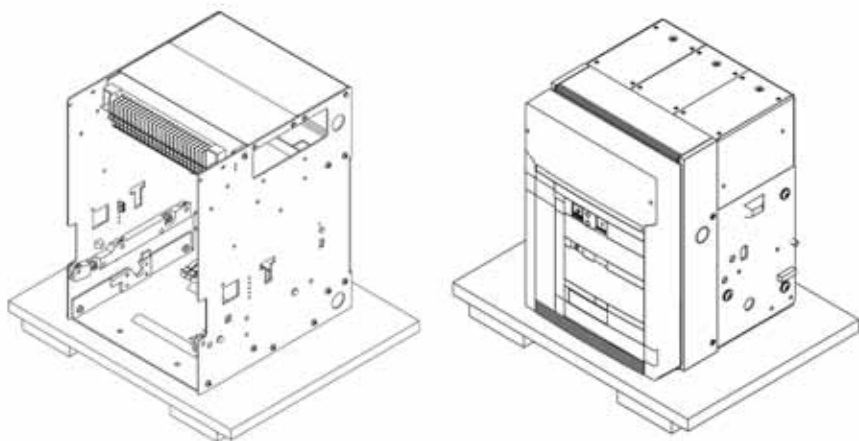

图 4
- 水平放置断路器或任何固定部件，不要直接放置在地上（见图 4）